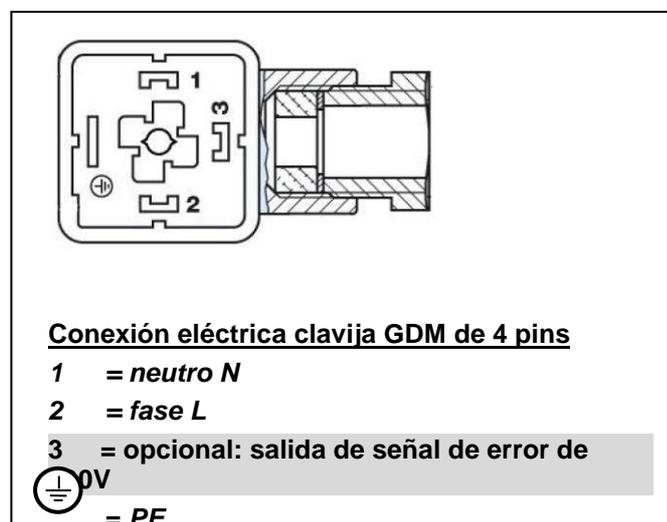

Fig. 31: Conexión eléctrica clavija GDM de 4 pins
- ⇒ Enrute un cable de conexión eléctrica flexible de 3 hilos [máx. 3 x 1,5 mm2] para alimentar el kit del quemador con la clavija de 4 pins y conecte el cable siguiendo el esquema de conexión [Fig. 31].